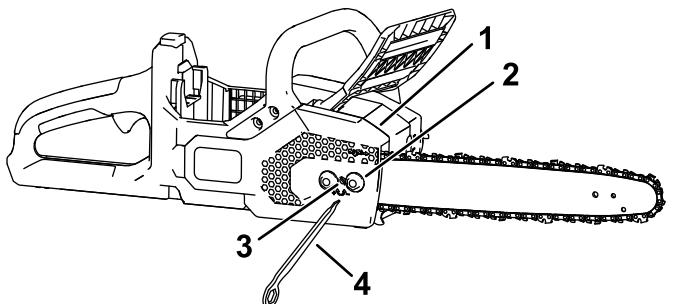

Figura 28
5. Utilizzando il multiutensile integrato, allentate i dadi prigionieri sul carter laterale, ma non rimuovetelo (**Figura 28**).
7. Utilizzando il multiutensile integrato, regolate la tensione della catena, quindi fissate il carter laterale alla motosega serrando i dadi prigionieri (**Figura 28**).
2. Rimuovete il carter laterale allentando i 2 dadi prigionieri che fissano il carter (Figura 28).
3. Allentate la catena girando la relativa vite di messa in tensione in senso antiorario (Figura 28).